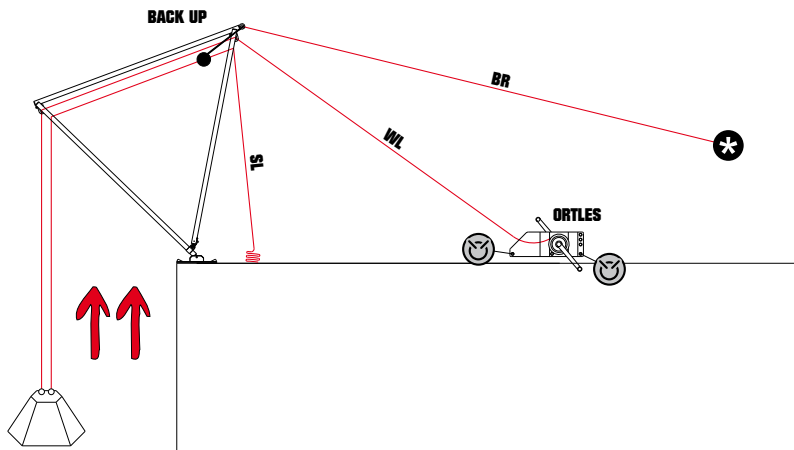

fig. 14
- recupero con fune semplice (fig. 13) e doppia (fig. 14),